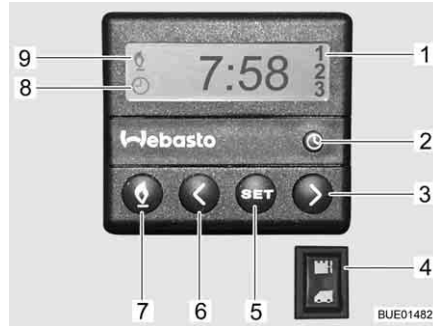

Bild 110 Kontrollenhet för motorvärme
- Tryck ner knapp (Bild 110,7). Värmedriften indikeras av symbolen (Bild 110,9). Fläkten startas först när kylmedelstemperaturen uppgår till 30 °C.
- Tryck ner knapp (Bild 110,7). Symbolen (Bild 110,9) slocknar.
- Vippkontakten (Bild 110,4) trycks in nedtill. Motorn förvärms. Fläkten startas direkt.
- Vippkontakten (Bild 110,4) trycks in upptill. Motorn värms inte upp.
- Tryck ner knapp (Bild 110,2). Tidsinställningen indikeras genom symbolen (Bild 110,8).
- Ställ klockan med knapparna (Bild 110,3 och 6).
- Tryck ner knapp (Bild 110,5).
- Ställ in starttiden inom 10 sekunder med knapparna (Bild 110,3 och 6).
- Tryck på knappen (Bild 110,5) tills önskat programnummer (Bild 110,1) visas på displayen.